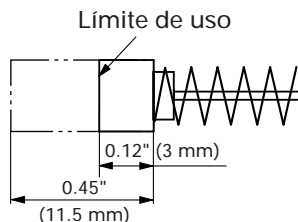

Fig. 25
4. Inspección de las escobillas de carbón (Fig. 25)